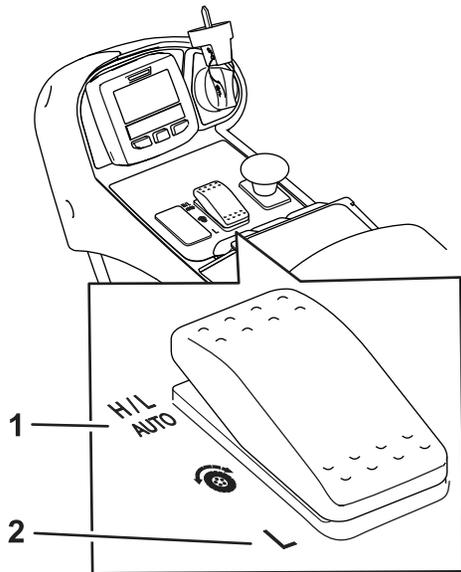
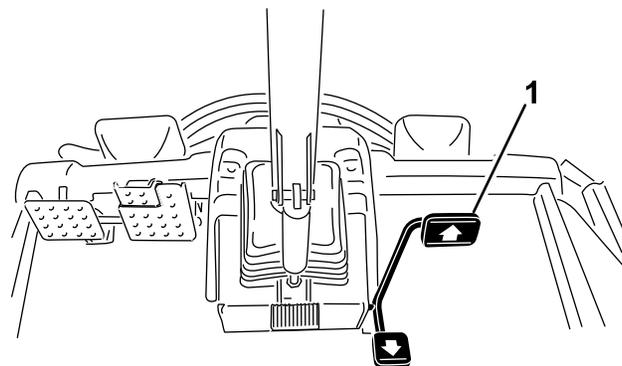

Figura 27
Figura 28
- In normali condizioni operative, questa macchina è intesa per il funzionamento in posizione H/L AUTO sull'interruttore del range di velocità (Figura 27). Questa posizione consente alla macchina di commutare automaticamente tra i range di velocità minima e massima, a seconda del fatto che la macchina sia utilizzata per la tosatura o il trasferimento.
- Quando si seleziona la posizione MINIMA nell'interruttore del range di velocità (Figura 27), la macchina funzionerà sempre all'intervallo di velocità minima. Tale impostazione è preferibile per il funzionamento in un'officina, per carico o scarico da un rimorchio, per la salita lungo pendenze ripide o per qualsiasi altra operazione in cui non si desiderano le velocità di trazione superiori del range di velocità massima.
Questa macchina è dotata di 2 intervalli della velocità di trazione: minima e massima. L'interruttore dell'intervallo di velocità consente di selezionare le seguenti posizioni (Figura 27):
Questa funzione consente di impostare la velocità massima della macchina quando spingete il pedale completamente avanti (Figura 28). Potete impostare una velocità separata per il range inferiore e superiore (Figura 27).